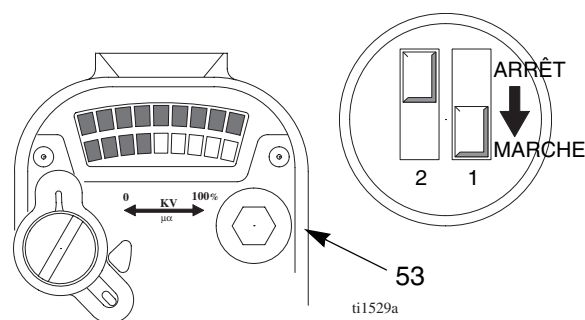

Fig. 15. Commutateurs de réglage basse tension
2. Enlever l'obturateur de réglage BASSE TENSION (53). Choisir la tension désirée à l'aide d'un petit tournevis pour mettre les sélecteurs 1 et 2 sur MARCHÉ ou ARRÊT, selon Tableau 4. Voir aussi FIG. 15.